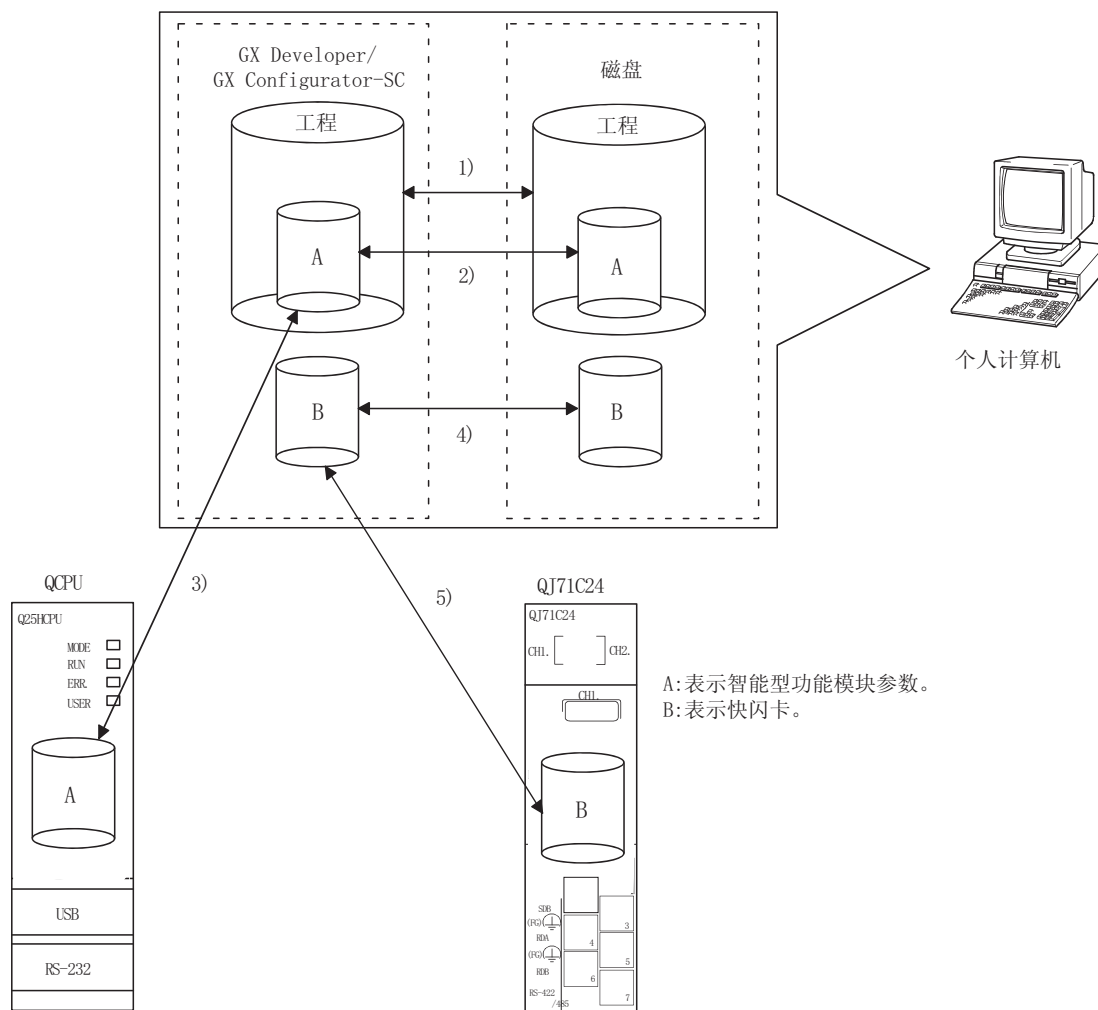

图 8.1 实用程序包中创建的数据相关图
对于在实用程序包中创建的下述数据/文件, 也可以通过 GX Developer 的操作进行处理。对各个数据/文件以何种操作进行处理的情况如图 8.1 所示。
- (b) 通过以下的操作执行图 8.1 中所示的 1)~3)。
- (b) 通过以下操作执行图 8.1 所示的 4)、5)。